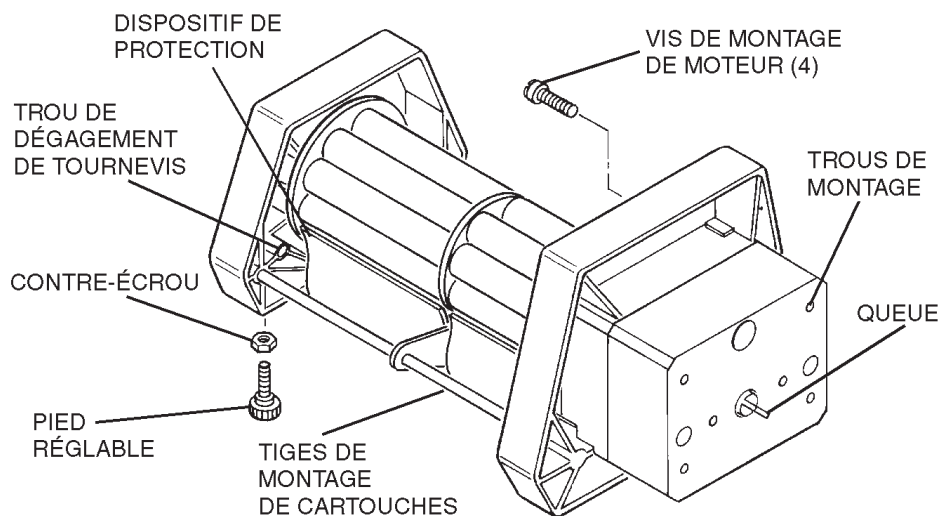

FIGURE 2 MONTAGE DE LA POMPE
1. Accoupler la pompe à l'entraînement en alignant la queue de la tête de pompe (voir Figure 2) et la fente de l'arbre moteur.